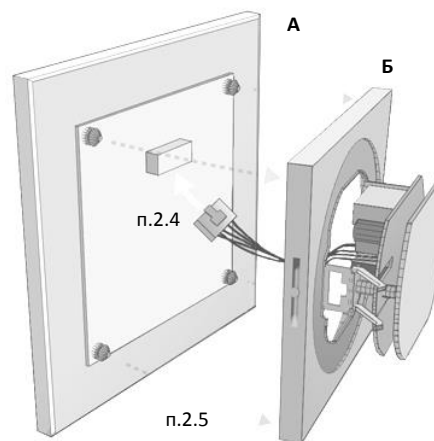

Рис. 1 Состав (А, Б) и порядок сборки (п. 2.4 и п.2.5) Q600DX.
2.4 Сориентируйте и сомкните ответные части разъема шлейфа интерфейсного блока и сенсорной панели (рисунок 1).
2.5 Сориентируйте сенсорную панель разъемом вверх и присоедините к интерфейсному блоку, обеспечивая ее равномерный прижим до защелкивания в замках (см. рисунок 1).